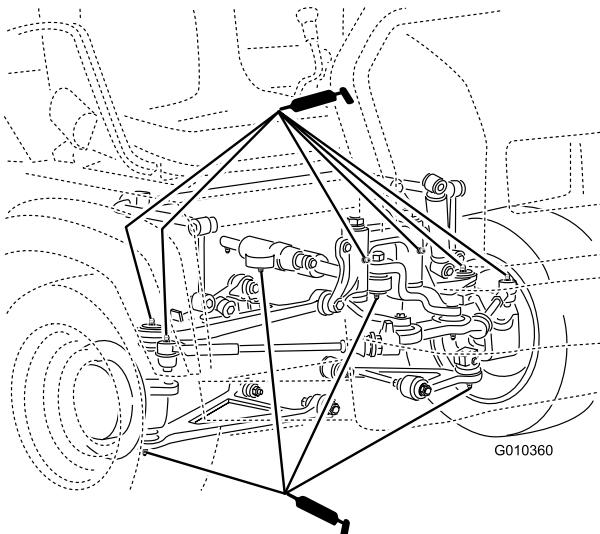

Figura 40
- Rótulas (4), barras de ligação (2), montagens articuladas (2) e cilindro de direção (2) como se mostra na Figura 40